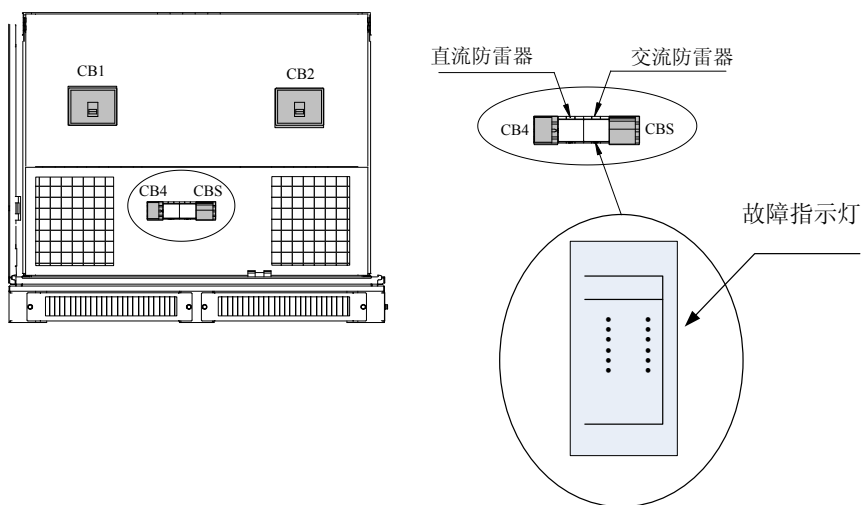

图 8-1 IPV800T250TL 防雷器故障标志位置
| 防雷器检查 | <ul style="list-style-type: none"> ◆ 检查防雷器上故障标志，若为红色表明防雷器损坏，需及时更换，若为绿色说明防雷器正常。 ◆ 防雷器故障标志位置如图 8-1 所示。 | 一个月，每次雷雨天后 |
- 1) 按照图 8-1 所示，用手拧下支架四周的 4 个蝶型螺母，再将支架和滤网分别拆下；